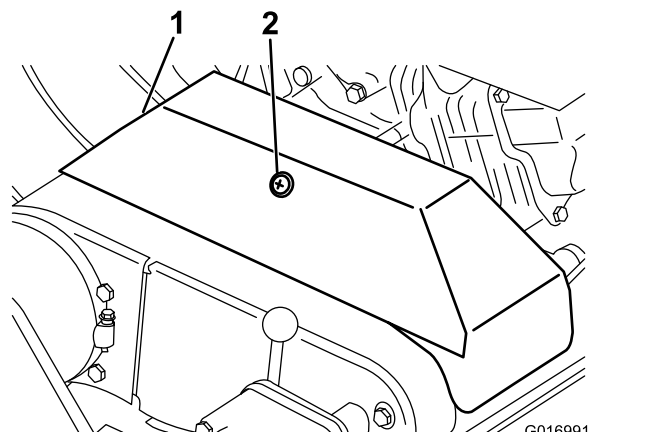

图41
2. 松开固定 V 形皮带罩的卡环并将皮带罩旋开图41。
- 2. 松开固定 V 形皮带罩的卡环并将皮带罩旋开图41。